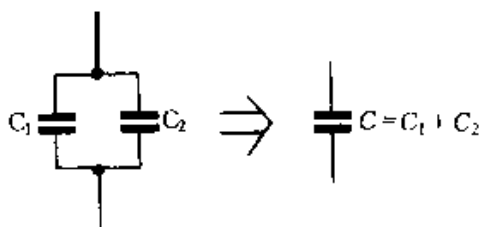
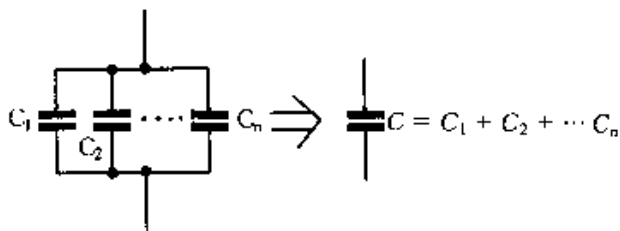

图 3-67
图 3-68
① 电容并联可以增大总容量。当两个电容 C_1 、 C_2 相并联时,等效为一个电容 C , C 的容量等于 C_1 、 C_2 容量的和,如图 3-67 所示。当若干个电容 C_1 、 C_2 、…… C_n 相并联时,也等效为一个电容 C , C 的容量等于相并联的所有电容的和,如图 3-68 所